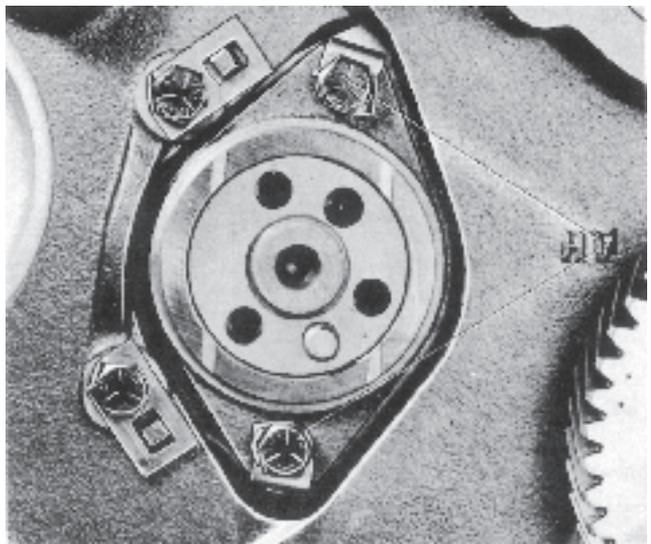

Fig. 83. Vis de fixation (1) de la bride de l'arbre à cames
8. Démontez la bride (figure 83) ce qui permet de démonter l'arbre à cames. Retirer l'arbre à cames avec précaution pour éviter d'endommager les roulements.